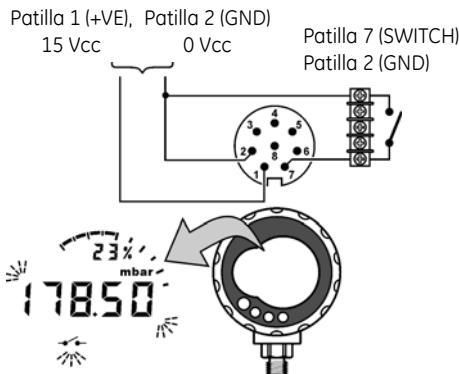

Figura 2: Ejemplo de configuración: Prueba de interruptor
1. Conecte el instrumento DPI 104-IS (Figura 2/Tabla 5).
La Figura 2 muestra la pantalla cuando cambia el estado del interruptor (abierto o cerrado). El disco analógico y la indicación de % siguen supervisando la presión normal.